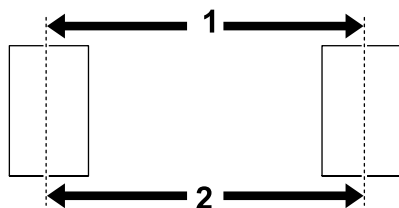

Figure 4
- Mesurez l'entraxe (à hauteur d'essieu) à l'avant et à l'arrière des pneus (Figure 4).